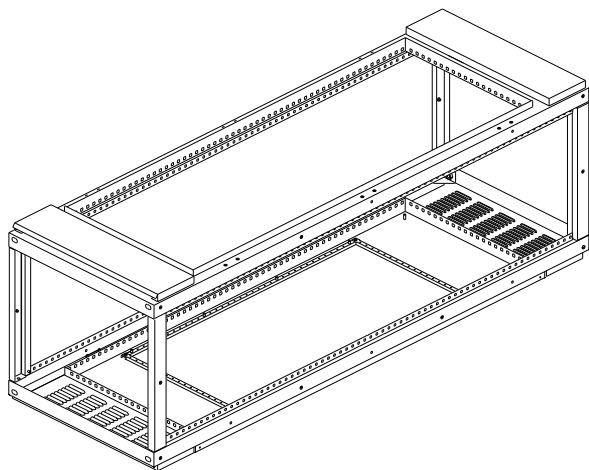

Рисунок 3
1.4 Положите вторую раму на стяжки и закрепите её болтом M8×20 с гайкой M8 (крутящий момент 11 Н·м) по торцу стяжки, а также болтом M6×10 с гайкой M6 (крутящий момент 5 Н·м) через квадратное отверстие. Головка болта M6×10 должна быть с внешней стороны корпуса (рисунок 3).
Особенностью сборки корпусов шириной 800 мм является ориентация обеих рам резьбовыми заклёпками в одну сторону (рисунок 3а).
Рисунок 3а